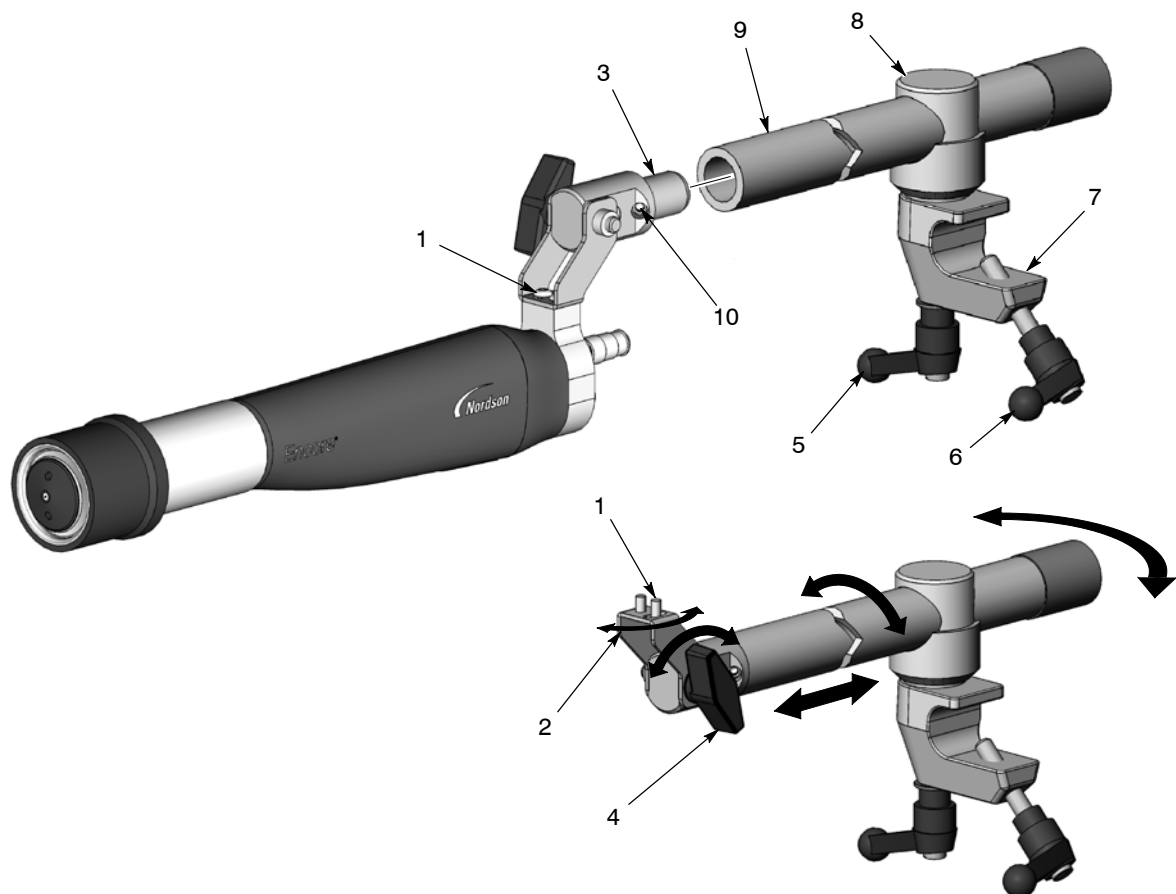
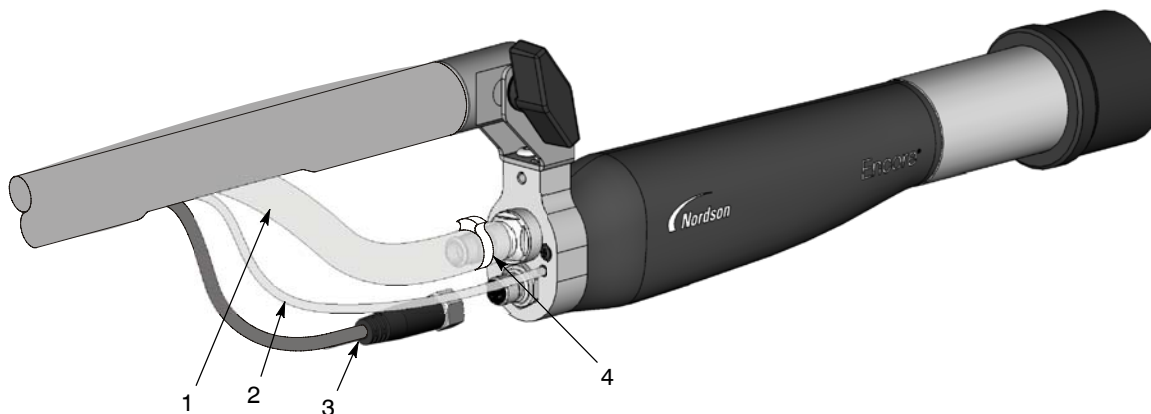

Figura 3 Montarea pistolului cu bară articulată standard
Figura 5 Conexiunile pistolului
1. Vezi Figura 3. Instalați adaptorul tubulaturii (3) în capătul tije de reglare (9) și fixați-l prin strângerea șurubului de reglare (10) cu ajutorul unei chei hexagonale de 4 mm.
- Pentru a deplasa vârful pistolului de pe o parte pe alta, slăbiți șurubul cu cap semirotund din dreapta (1).
- Pentru a înclina vârful pistolului în sus sau în jos, slăbiți butonul de înclinare (4).
- Pentru a roti tija de reglare sau a glisa înainte sau înapoi tija de reglare, slăbiți mânerul de blocare (5).
2. Poziționați clema (7) pe o bară de montare de 1 inch și strângeți mânerul clemei (6).
3. Strângeți într-un mănunchi furtunul de pulbere, tubulatura de 4 mm transparentă pentru spălarea cu aer a electrodului și cablul pistolului și fixați-le la tija de reglare folosind benzi Velcro Nordson. Conectați-le la pistolul de pulverizare așa cum se prezintă în Figura 5.
1. Deșurubați și demontați butonul și șaiba (5, 4) de la consola de montare a pistolului (3).
3. Glisați capătul adaptorului opțional pentru tubulatură (2) în consola de montare a pistolului și aliniați orificiul din capătul adaptorului pentru tubulatură cu orificiile din consola de montare a pistolului.
5. Vezi Figura 5. Trageți (în ordinea următoare) cablul pistolului, tubulatura de 4 mm transparentă pentru spălare cu aer a electrodului și furtunul pentru pulbere prin tubul de montare și introduceți-le în orificiu. Conectați-le la pistolul de pulverizare așa cum se prezintă în Figura 5.